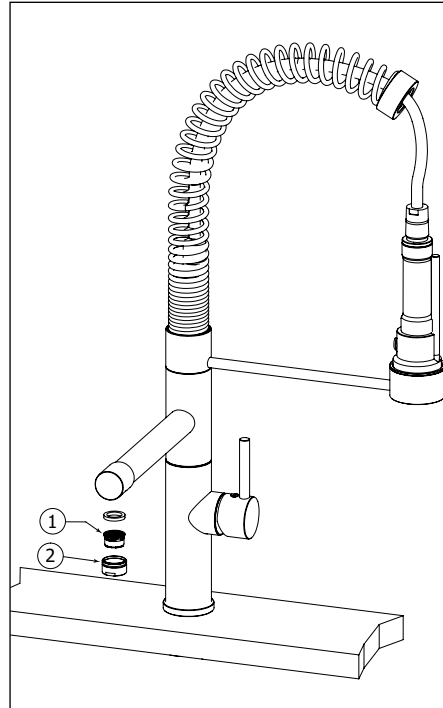

Fig.5
To clean the aerator (1), unscrew the aerator case (2) from the spout. Then pull out the aerator and soak it in a vinegar and water solution to remove lime build-up. Once parts have been cleaned, reassemble by reversing steps. Fig.5.
Pour nettoyer l'aérateur (1), dévisser le boîtier de l'aérateur (2) du robinet. Ensuite, enlever l'aérateur et le tremper dans un mélange de vinaigre et d'eau pour retirer le calcaire qui pourrait s'y être accumulé. Une fois les pièces nettoyées, inverser les étapes pour réassembler l'aérateur. Fig.5.